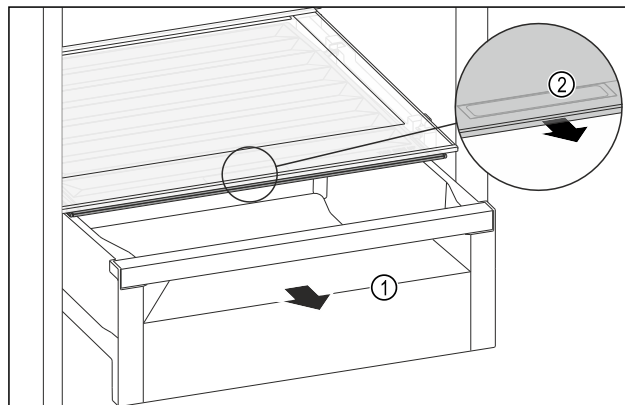

Fig. 111
- Schubfach Fig. 111 (1) herausziehen.
- Griffmulde Fig. 111 (2) am Fachdeckel anfassend und Fachdeckel gleichzeitig nach vorne ziehen.